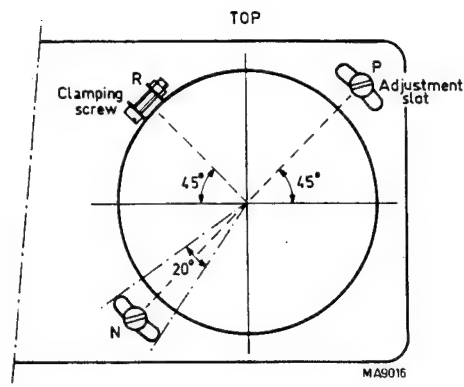

Abb. 2.9. Einstellung der Elektronenstrahlröhre
- Schrauben N und P hinter der Frontplatte lösen (siehe Abb. 2.9).
- Klemmschraube R des Spannbandes der Röhre lockern (Abb. 2.9).